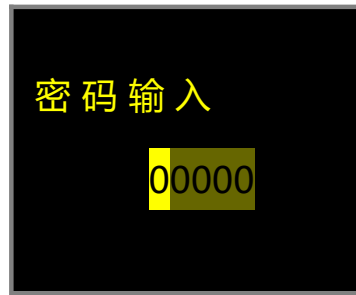

图 8 密码输入
- 3、同时按下 Cursor (光标键)、Modify (更改键)、OK (确认键)，会进入密码输入界面(密码为料位计地址)，如图 8 所示；
- 3、同时按下 Cursor（光标键）、Modify（更改键）、OK（确认键），会进入密码输入界面，如图 8 所示；